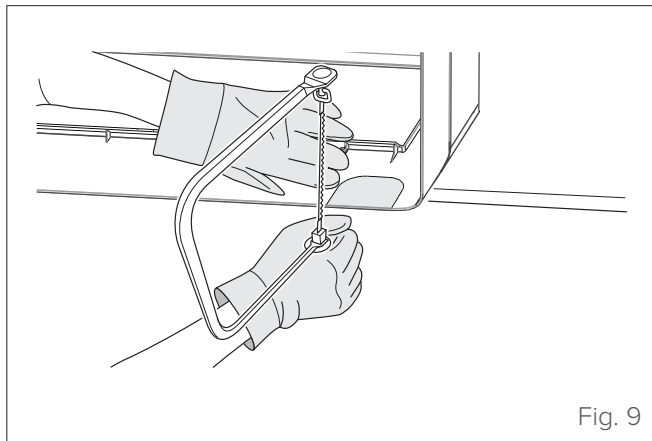

Fig. 9
- 2 În cazul în care gaura din perete se află în spatele unității, lăsați panoul pre-tăiat la locul său. În cazul în care gaura din perete se află pe partea laterală a unității interioare, înlăturați panoul din plastic pre-tăiat de pe partea laterală a unității, folosind un ferăstrău mecanic (vezi „Fig. 9”).